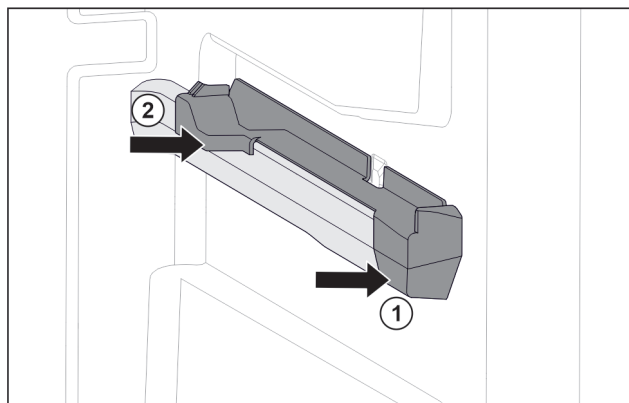

Fig. 150 Nasazovací díl na pravém žebrování na nádoby
- ▶ Nasadte nasazovací díl na žebrování na nádoby. Fig. 150 (1)
- ▶ Přitlačte nasazovací díl k zadní části. Fig. 150 (2)